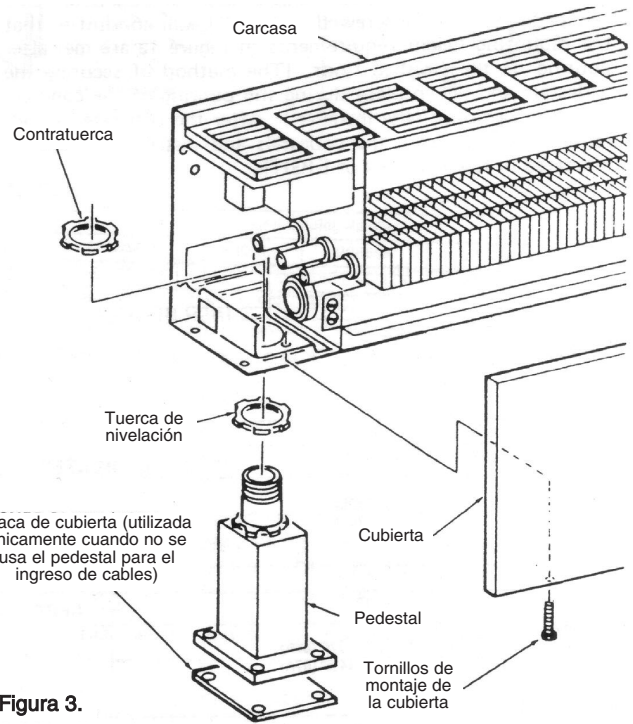

Figura 3.
**Nota:** cuando no se utilice el pedestal para el ingreso de cables, su base debe cubrirse con la placa de cubierta (suministrada con el pedestal). Vea la Figura 3.
6. Vuelva a colocar la cubierta frontal y sujétela con los tornillos de montaje (vea la Figura 3).
1. Retire la cubierta frontal; para ello quite los tornillos de montaje (Figura 3).
6. Vuelva a colocar las cubiertas frontales y sujételas con los tornillos de montaje (Figura 3).